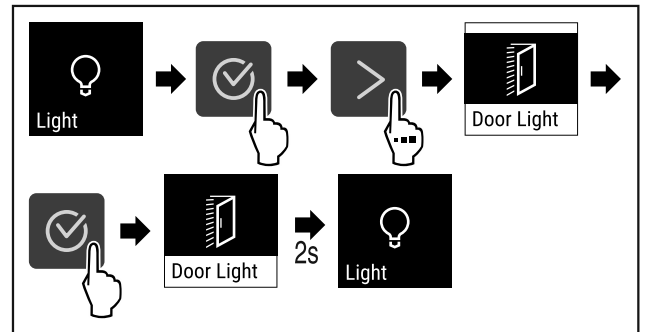

Fig. 69
- ▶ Genomför handlingsstegen (se Fig. 69) .